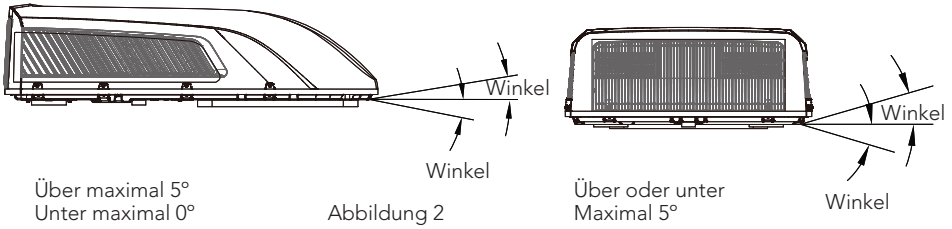

Abbildung 2
1. Die Klimaanlage auf dem Dach muss vollkommen horizontal sein, wenn das Fahrzeug auf einer Ebene geparkt wird. Abbildung 2 zeigt die maximal zulässigen Winkel, in denen das Gerät montiert werden darf.